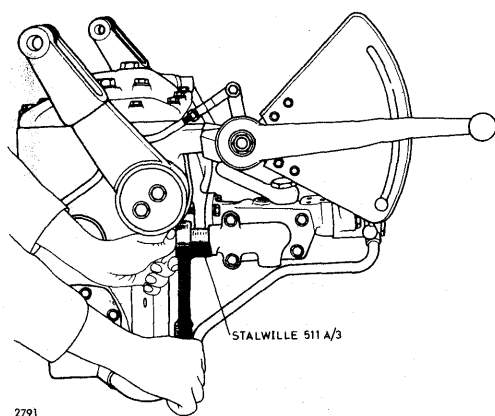

Fig. 37.
3. Løsn ventilens fjederholder ved hjælp af en skraldenøgle med skruetrækkerindsats - fig. 37.